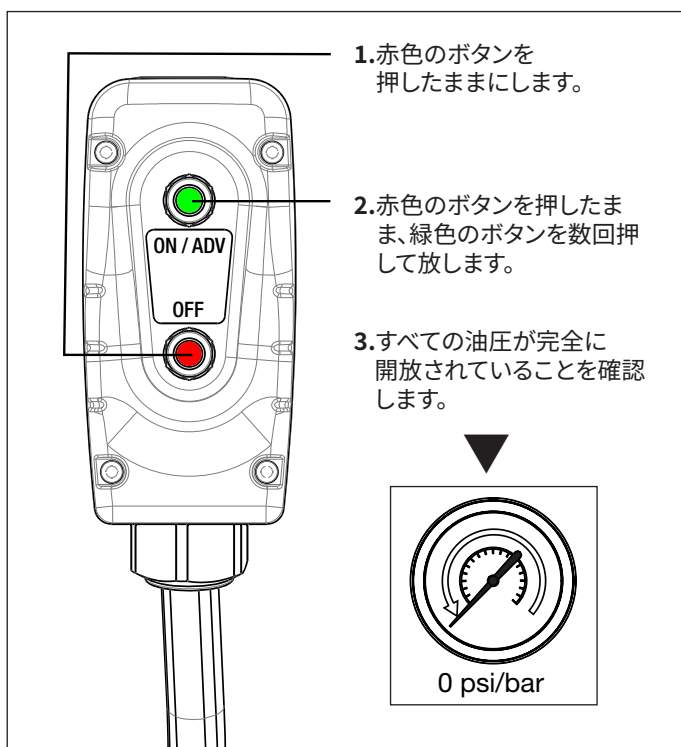

図8: 油圧の解放
- 緑色のON/ADVボタンを数回押して放しながら、赤色のOFFボタンを押したままにします。図8を参照してください。
- 油圧ゲージがゼロ (0) psi/barを示していることを確認します。その後、赤色のOFFボタンを放します。